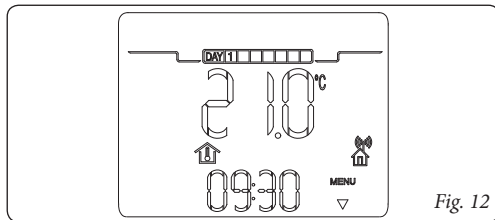

Fig. 12
- **Modalità stand-by / antigelo** (❄️). In questa modalità la caldaia può funzionare solo in caso di richiesta antigelo ambiente. In questo stato viene comunque visualizzato il giorno, l'ora corrente, eventuali anomalie di funzionamento e la temperatura ambiente (fig. 12).